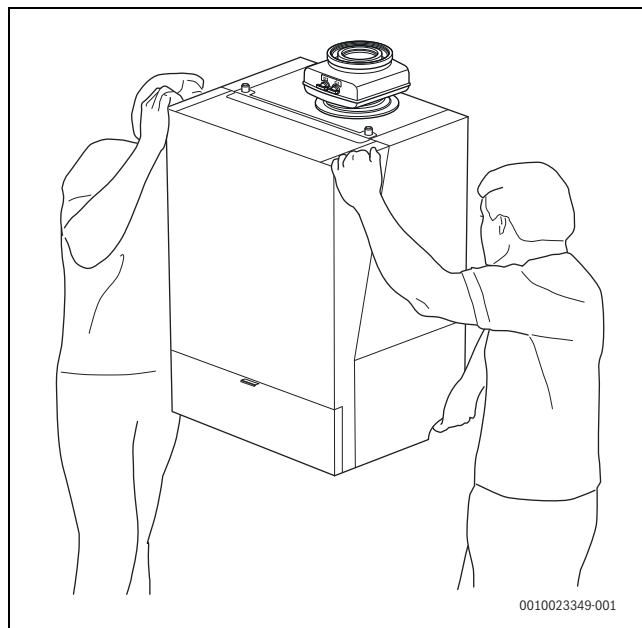

Fig. 12 Levage et transport conformes de l'appareil
- Ne porter l'appareil que par les côtés et pas par le tableau de commande ni le raccordement du tuyau d'évacuation des fumées (→ fig. 12).